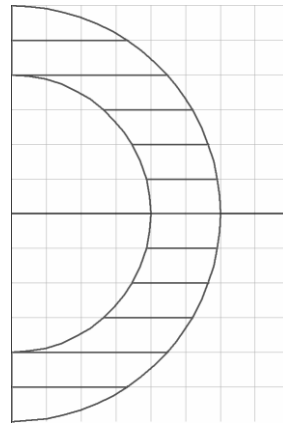

Рис.4
- Выделить левые концы ребер путем перетаскивания указателя мыши из точки  $(0.25, 1.75)$  в точку  $(0.25, 1.75)$  и удалить их аналогично правым концам. В результате модель примет требуемый вид (см. Рис.4).